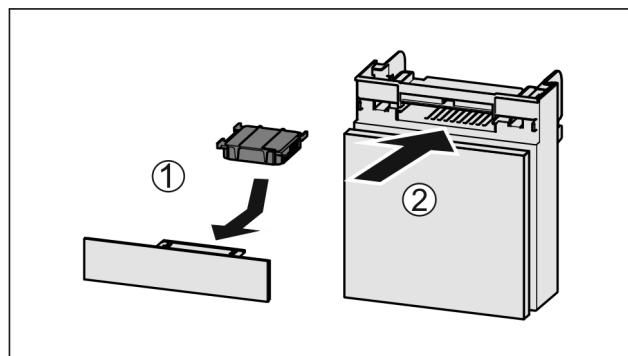

Fig. 156
- Sätt in Fig. 156 (1) aktivtkolfiltret enligt bilden.
- Skjut in Fig. 156 (2) lådan.